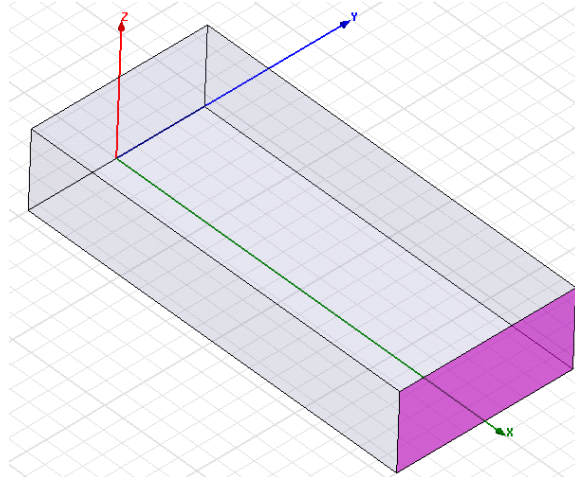

Рис. 6.6. Выделение стороны бокса, на которую назначается порт
2. Нажмите поверхность бокса, которая параллельна плоскости YZ при $X = 2$, как показано на рис. 6.6.